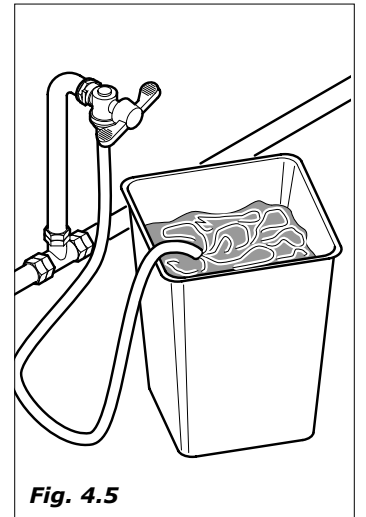

Fig. 4.5
- antes de efectuar la conexión hídrica dejar correr el agua del grifo para eliminar impurezas y suciedad (Fig.4.5).